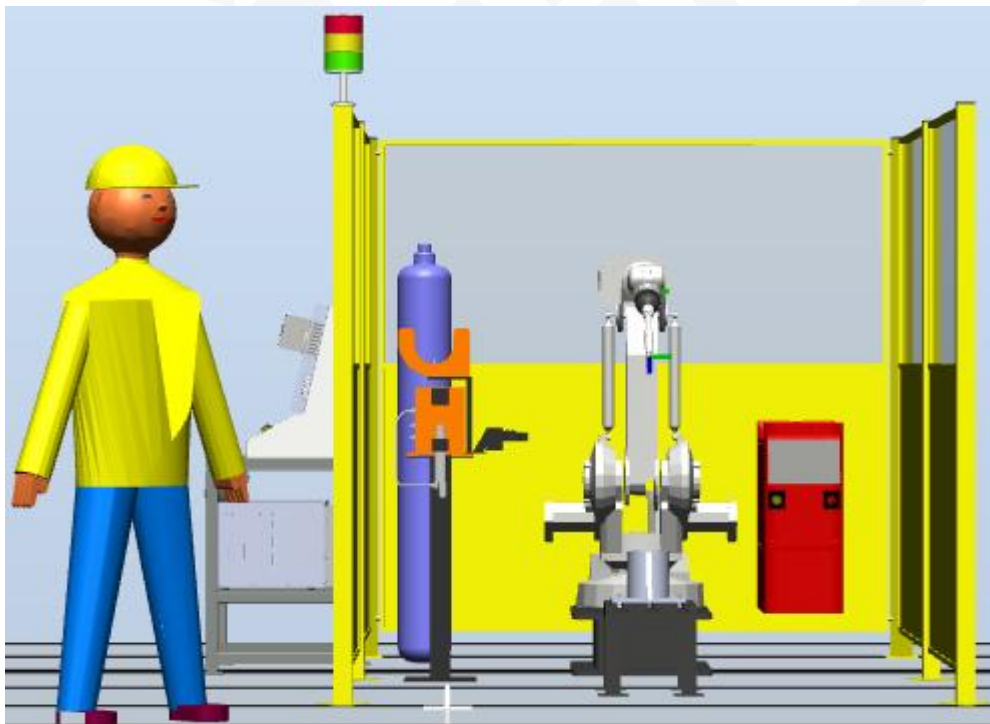
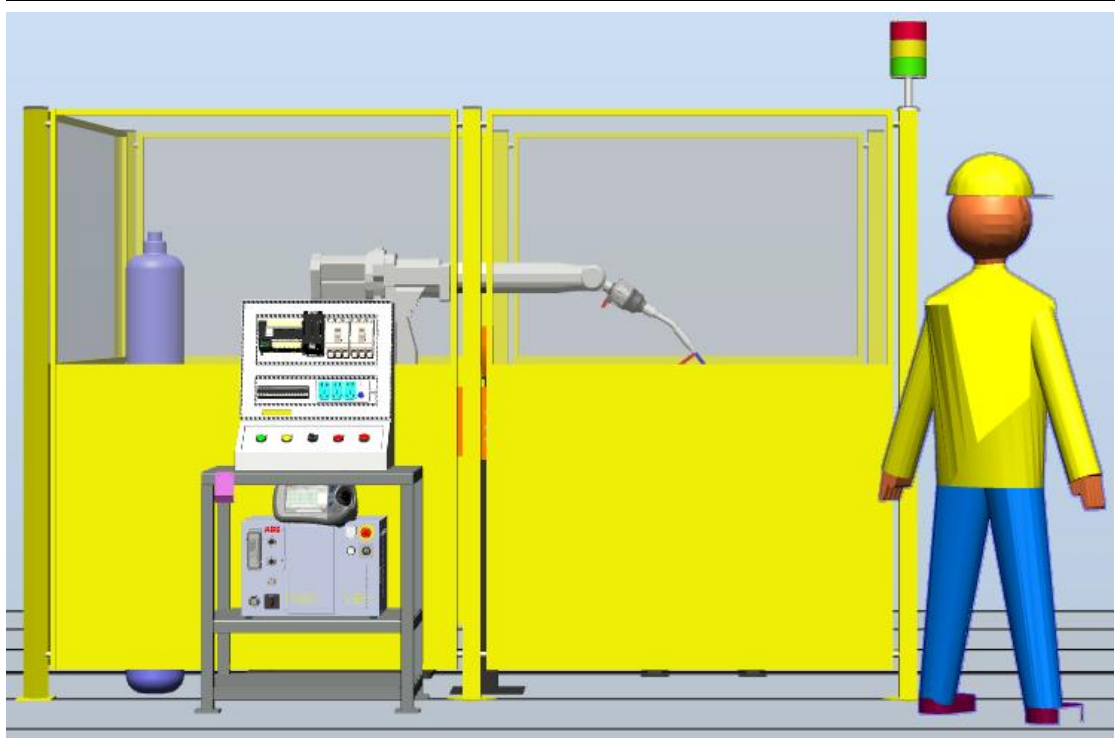
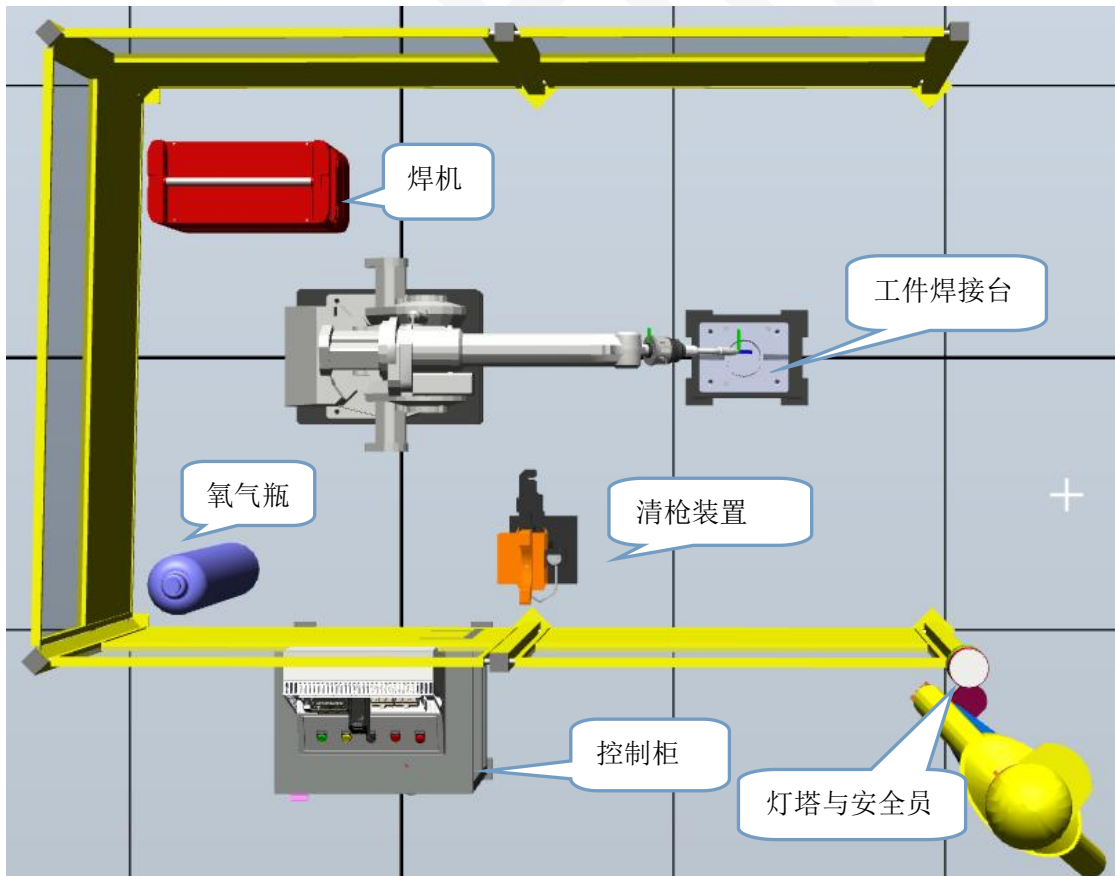
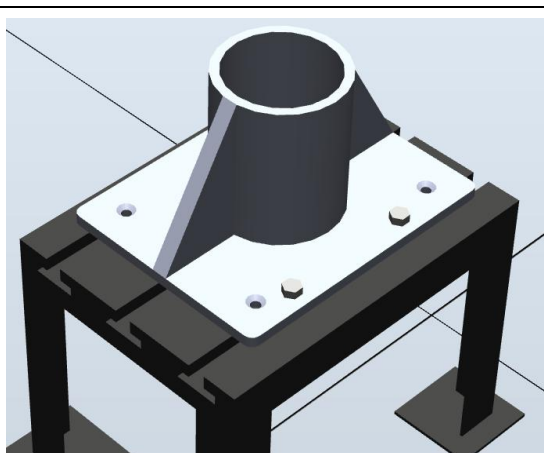

图 1 焊接工作站主视图
图 2 焊接工作站左视图
图 3 焊接工作站俯视图
图 4 提供零 3D 部件图
1. 使用仿真软件搭建焊接工作站平台，并根据任务要求选择合适型号（以考场仿真软件机型为准）的机器人，将本体（含底座）、配套的控制柜和示教器安装在工作台上，安装围栏做好防护措施，合理的选择工装夹具，并安装在机器人法兰盘上，工作站如图 1、图 2、图 3、图 4 所示，使其能可靠完成焊接示教等工作任务。
2. 操作平台的布局须保证合理、无干涉，相关参数与图 1 至 4 所示的参数一致。